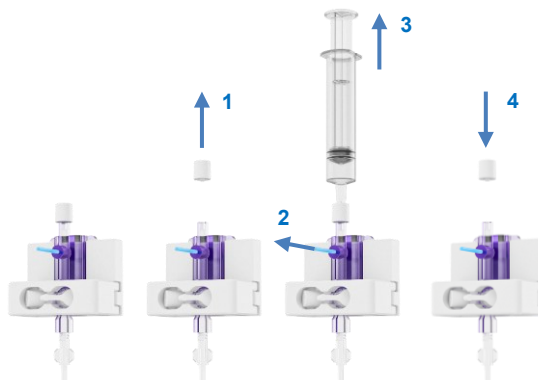

Figura 24 Remoção de ar do sensor de pressão
- Remova a tampa do sensor de pressão e coloque uma seringa estéril na porta (Figura 24; etapa 1).
- Para encher a linha de pressão e remover qualquer ar, puxe a trava azul (Figura 24; etapa 2) enquanto aspira com a seringa (etapa 3). Pare assim que o ar tiver sido removido.
- Recoloque a tampa no sensor de pressão (Figura 24; etapa 4)